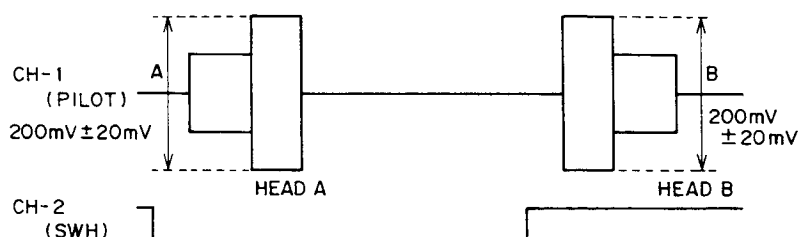

Fig. 4-6
- 3) Adjust semi-fixed resistor R487 for head A and R486 for head B so that the 130 kHz pilot signal (levels A and B) are 200 ± 20 mV as shown in Fig. 4-6. At this time, the difference in output between level A and level B should be 20 mV or less.
- 3) . 図4-6 の様に、130kHzのパイロット信号（レベルA、B）が 200 ± 20 mV になるように、Aヘッドについては半固定抵抗 R487、Bヘッドについては半固定抵抗 R486 を調整する。又、このときA、Bの出力差は、20 mV以下であること。